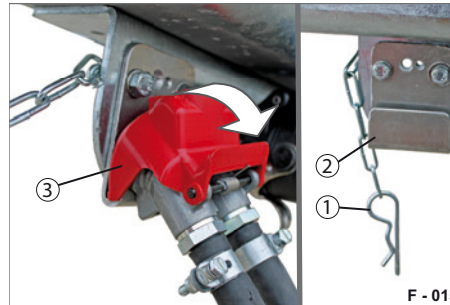

Abb. 18 Duo-Matic auf Parkkonsole
- ▶ Ziehen Sie den Federstecker (Abb. 18/1) aus der Parkkonsole (Abb. 18/2) heraus.
- ▶ Drücken Sie den Verschlussdeckel (Abb. 18/3) ab und entnehmen Sie die Duo-Matic Kupplung von der Parkkonsole.